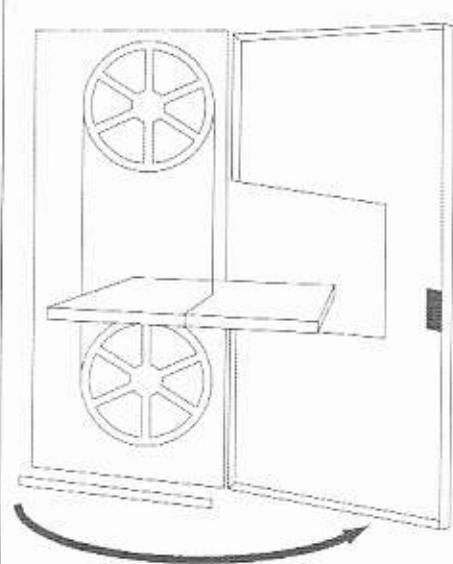
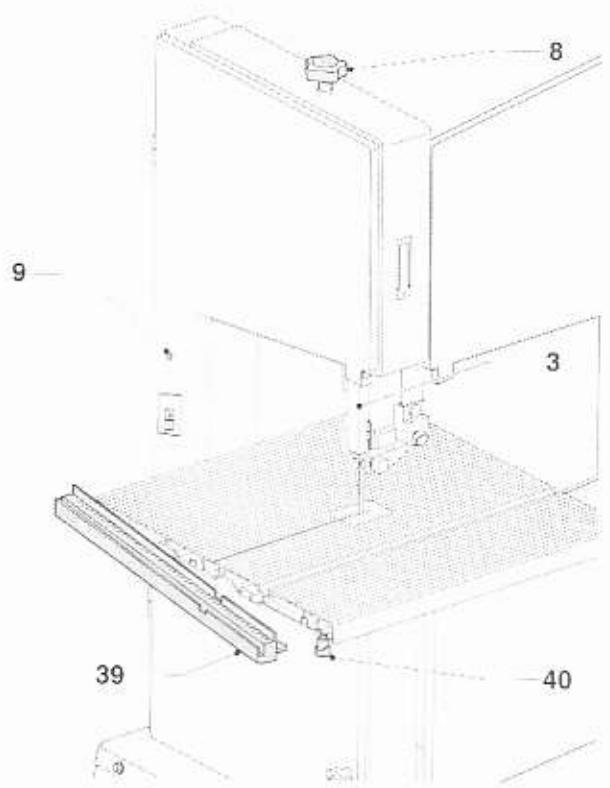
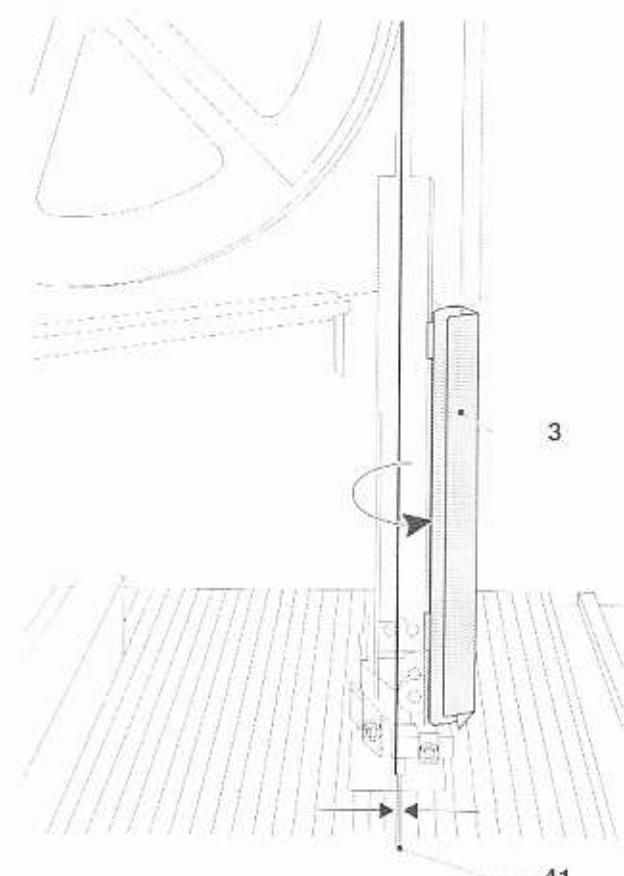

Figure D4
Figure D5
Figure D6
4. Desserez le bouton (40) pour basculer l'échelle (39) (fig. D4).
6. Desserrez le tondeur de la lame à ruban (8).
7. Rétractez l'ensemble du carter de protection de la lame (3) (fig. D5).
8. Faites glisser la lame à travers la fente de la table (41).
9. Positionnez la lame entre les blocs de guidage supérieur et inférieur (42, 43) (fig. D6).
12. Basculez l'échelle (39) dans sa position d'origine et bloquer le bouton (40) (fig. D4).
RÉGLAGE DES BLOCS DE GUIDAGE DE LAME ET DES ROULEMENTS DE SUPPORT ARRIÈRE (FIG. D6, G)